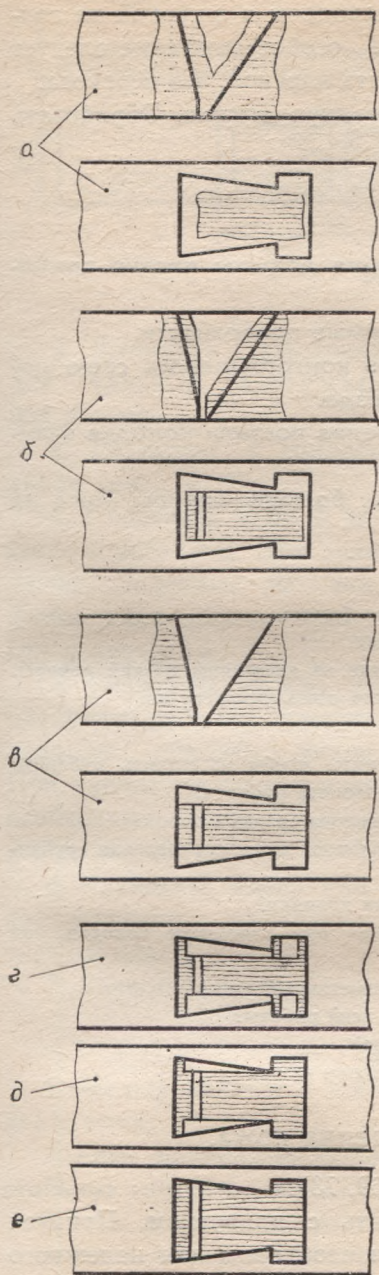

Рис. 71. Выполнение гнезда в колодке рубанка:
8. Сделать леток. Выдолбить гнездо под углом в верхней части колодки (рис. 71, а), отступив от линий и рисок разметки внутрь на 2—3 мм. Глубина летка равна примерно $\frac{2}{3}$ тол-
щины колодки. Выдолбить под прямым углом роток (рис. 71, б и 72). Перед работой можно просверлить отверстия. Долбить надо широкой стамеской, а узкой удалять подрезанный материал. Обработать торцы гнезда, срезать оставшийся материал до линий разметки (рис. 71, в). Снимать следует тонкую стружку инструментами различной ширины, соблюдая осторожность, чтобы не испортить заготовку. Обработав торцы, выполнить шесть пропилов внутри гнезда (рис. 71, г): два в плоскости постели, два для клина и два для вылета стружки. Срезать подрезанный материал узкой стамеской или долотом (рис. 71, д, е) — получаются щечки и плечики. Все